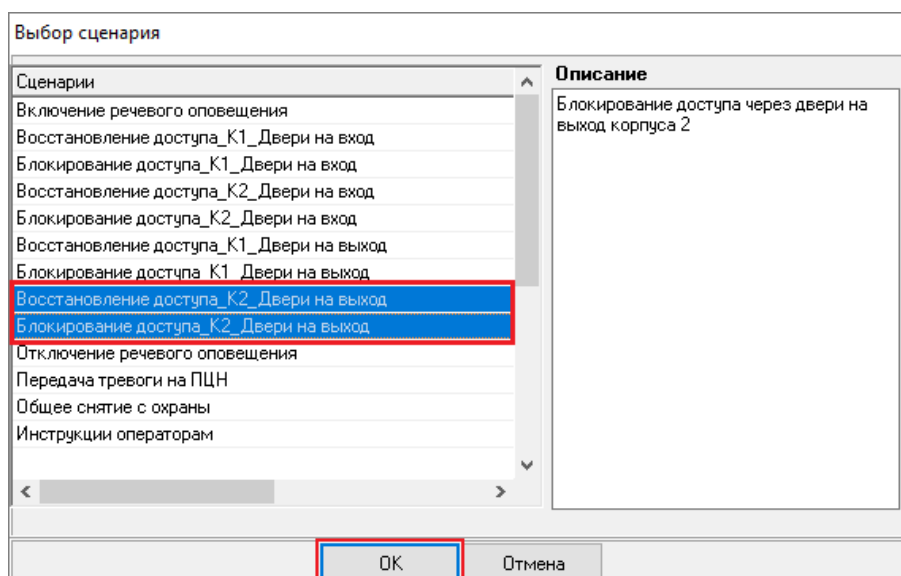

Рисунок 6-685 Добавление выбранных сценариев к элементу управления
- 3) нажмите кнопку «ОК» (см. Рисунок 6-685).